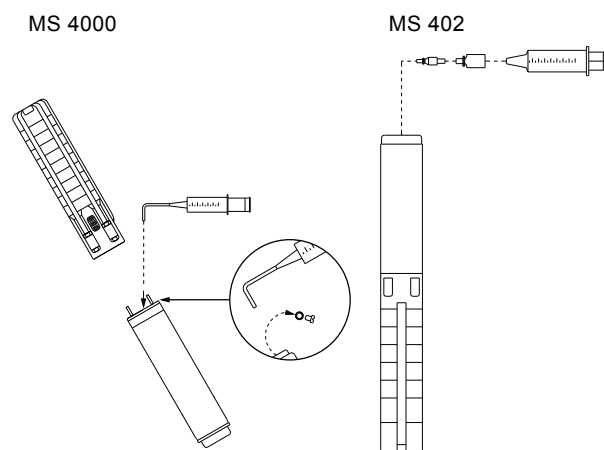

Fig. 2 Posición del motor durante el llenado (MS 4000 y MS 402)
1. Sitúe la bomba sumergible como muestra la fig. 2. El tapón de llenado debe estar en el punto más alto del motor.
3. Inyecte el líquido en el motor con la jeringuilla de llenado hasta que el líquido se desborde por el orificio de llenado. Consulte la fig. 2.